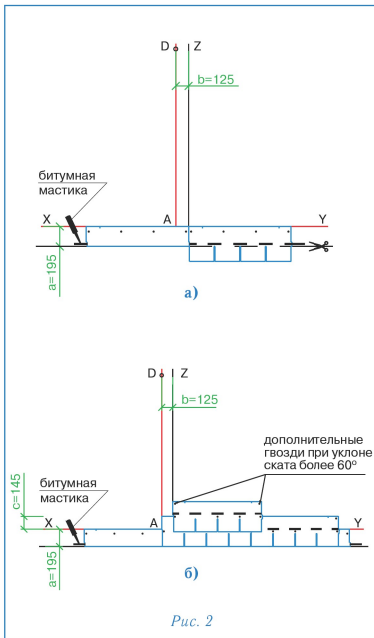

Рис. 2
Укладка материала (рис. 2)
Начальный ряд формируется из листов черепицы КЛАССИК обрезанных по линии образованной конечными точками вырезов. Полученные таким образом полосы шириной 19,5 см укладываются по линии карниза в обе стороны от линии Z (рис. 2а) и фиксируются по нижнему краю битумной мастикой, а по верхней кромке 4 гвоздями (ось гвоздей на 5 см ниже верхнего края полосы);
- далее первый ряд черепицы укладывается от линии AD (рис. 2б);
- второй ряд укладывается от линии Z (со смещением 12,5 см от AD) (рис. 2б);
Каждый лист черепицы КЛАССИК крепится 4 гвоздями (ось гвоздей на линии битумных клеевых полос) таким образом, чтобы гвоздь прошивал и верхний край нижележащего листа черепицы (рис. 2б).